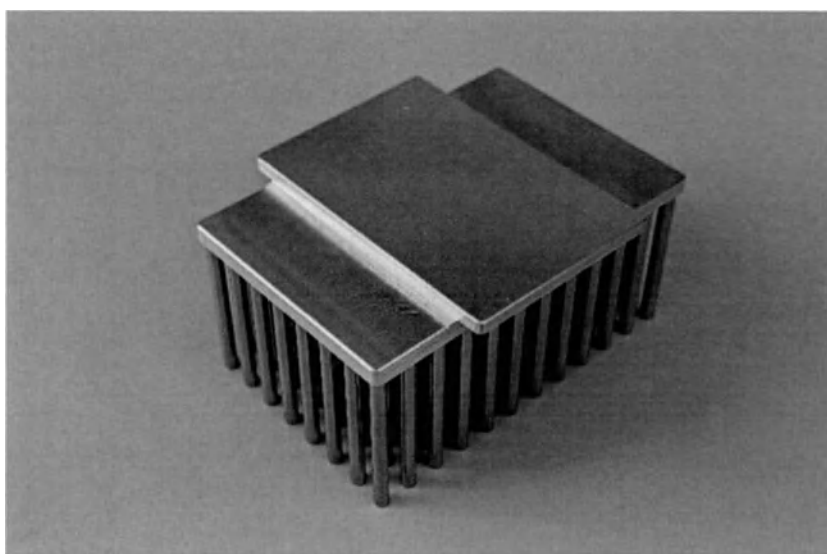

Рис. 14. Магнитная голова.
5.5.9. **Магнитная голова** необходима для переноса магнитных частиц и их дальнейшей сепарации (Рис. 14).